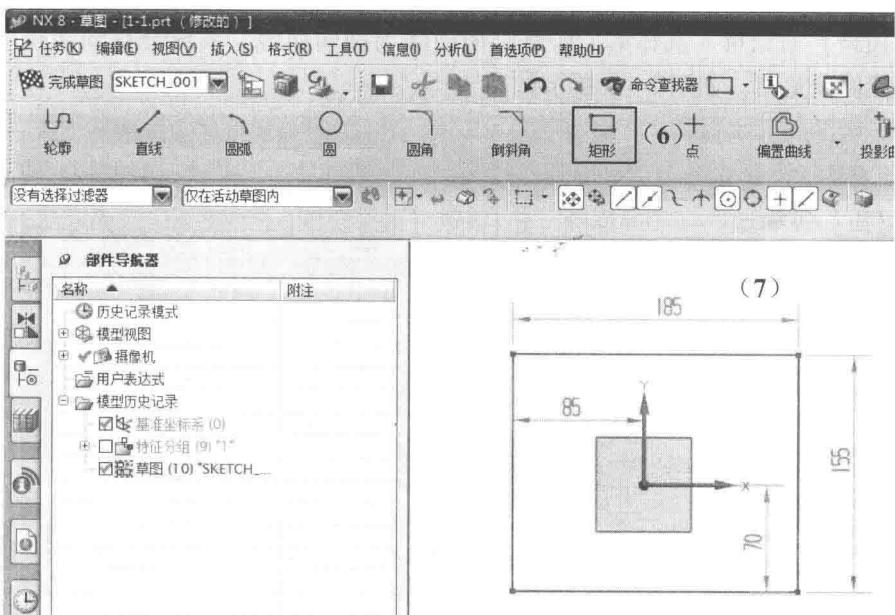

图 1-5 草图界面
- (5) 直接单击【确定】按钮 ，进入如图 1-5 所示的草图界面；
- (6) 依次单击【插入】—【曲线】—【矩形】命令 ，弹出【矩形】对话框；
(7) 在草图界面的绘图区域的合适位置绘制一个任意大小的矩形，如图 1-5 所示，系统会根据矩形的大小自动生成尺寸；